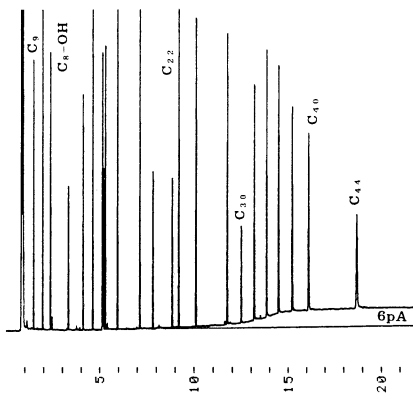

Fig.5 不活性さ(ナロ12・6のPyGC): UA-PY2
きびしい質問ですね。確かに品質が最も優れていると言われているHP社のみがこのテストをしています。Ultra ALLOY-1はこの品質にチャレンジしました。Fig.1はBrand (J)社との比較データですが、試料量が5ng程度でしかも昇温分析しますとその差は明らかです。またFig.5のナイロン-12.6のパイログラムから生じる各種アミンピーク等はFSカラムでは非常に困難といわれている試料です。